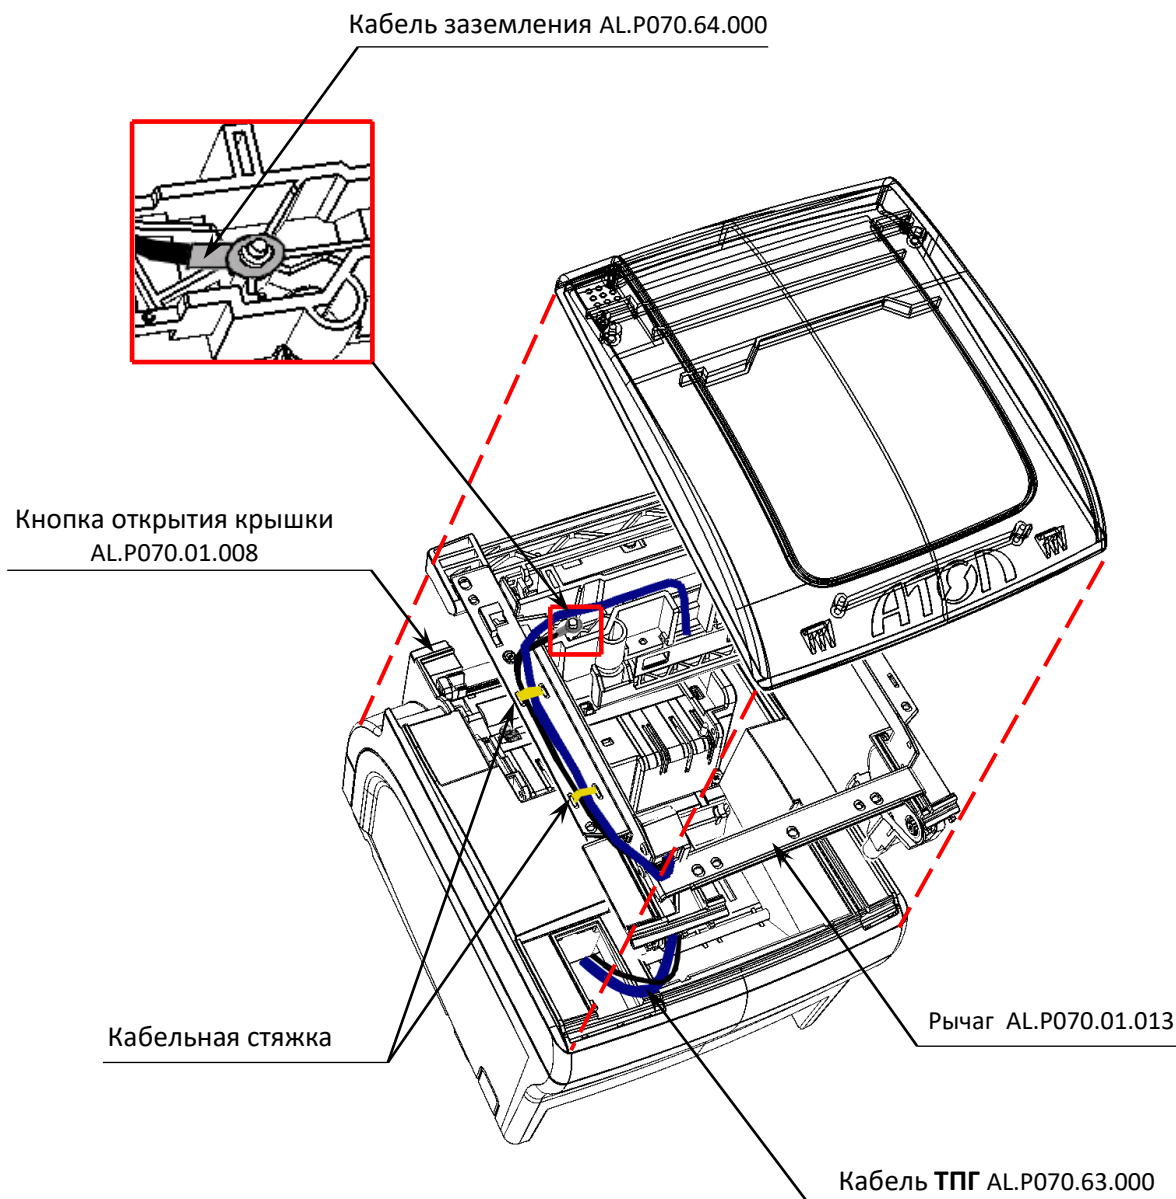

Рисунок 27. Расположение кабеля ТПГ и кабеля заземления в корпусе изделия.
Кабель для подключения **ТПГ** AL.P070.63.000 прокладывается в правой части крышки, под металлическим рычагом AL.P070.01.013, к которому крепится кабельной стяжкой (схема кабеля **ТПГ** представлена в «Альбоме схем» AL.P070.00.000 АС). Затем через проем протягивается в верхнюю часть корпуса к блоку управления (рисунок 27). Подключается к разъему **ХР7** блока управления. Особенности подключения кабелей к блоку управления показаны на рисунке 29 на странице 30.
- **Кабель заземления AL.P070.64.000** одной клеммой фиксируется на основании ТПГ AL.P070.01.007 (рисунок 27). Второй клеммой крепится к блоку управления. Место установки второй клеммы кабеля заземления на блоке управления показано на рисунке 29 на странице 30.